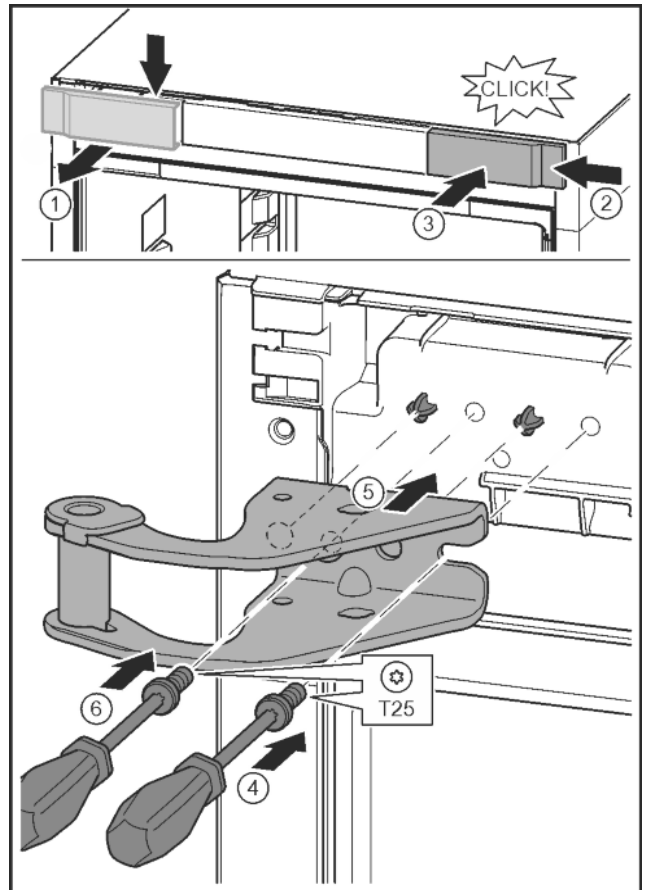

Fig. 14
- ▶ Oldja ki a fedelet, és oldalt vegye le. *Fig. 14 (1)*
- ▶ A fedelet 180°-kal elfordítva akassza be a másik oldalra jobbról. *Fig. 14 (2)*
- ▶ Pattintsa be a fedelet. *Fig. 14 (3)*
- ▶ T25 csavarhúzóval helyezze fel a csavarokat. *Fig. 14 (4)*
- ▶ Helyezze fel a felső csapágybakot. *Fig. 14 (5)*
- ▶ Húzza meg a csavart. *Fig. 14 (6)*
- ▶ A T25 csavarhúzóval helyezze be és húzza meg a csavart. *Fig. 14 (6)*